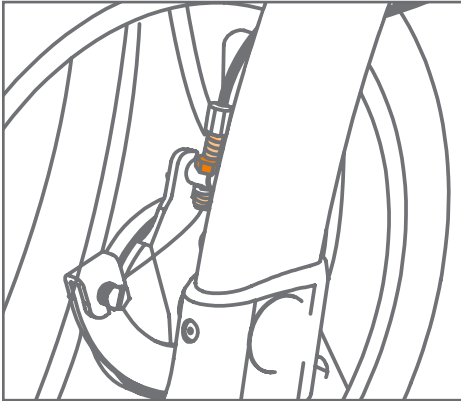

Figura 72: Regolazione del freno tramite l'anello di sicurezza (arancione scuro) e la vite di regolazione.
- b. Rimani nella parte posteriore della Rollz Motion Electric quando regoli i freni. Allentare l'anello di bloccaggio nella parte inferiore del cavo del freno (tirare il cavo verso l'alto per facilitarlo). Ruotare la vite di regolazione sopra di essa per accorciare o estendere il cavo del freno (**Figura 72**). Ruotare in senso orario per una maggiore potenza frenante e in senso antiorario per una minore potenza frenante.